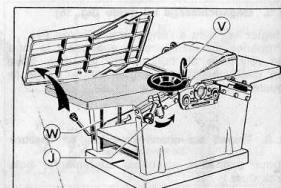
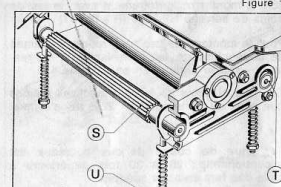

Figure 18
Figure 19
- relever la table de sortie en actionnant le levier J (fig. 18)
- mettre en place le volant (V).
Le bois est entraîné automatiquement par deux rouleaux, l'un cannelé (S - fig. 19), l'autre lisse (T).
Le réglage en hauteur se fait à l'aide du volant V - fig. 18